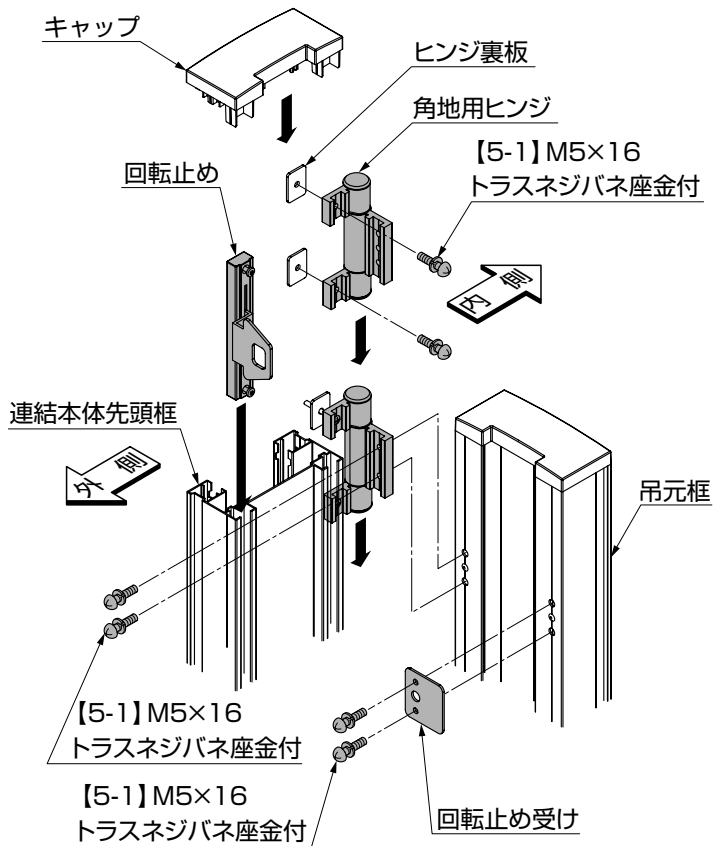
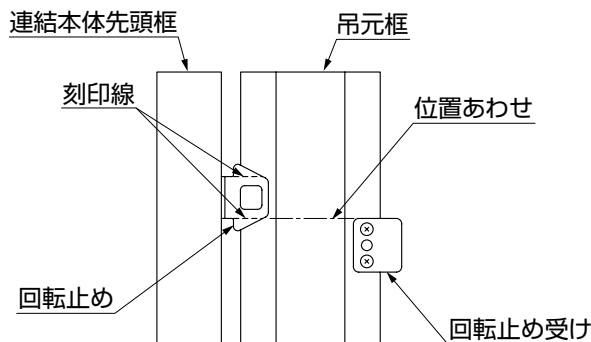

図6-5
図6-6
- ① 連結本体先頭框の内側のスリット部分に角地用ヒンジを2個挿入し、吊元框に固定してください。（図6-5参照）
- ② 連結本体先頭框の上端と吊元框の上端を合わせ、連結本体先頭框に【5-1】で固定してください。（図6-5参照）
- ③ 回転止め受けを吊元框の外側に取付けてください。（図6-5参照）
- ④ 回転止めを連結本体先頭框の外側スリットに挿入してください。
- ⑤ 回転止めの位置を調整し、回転止めのネジをしっかりと固定してください。（図6-6参照）
- ⑥ (1)で外した連結本体先頭框のキャップを取り付けてください。（図6-5参照）
- 回転止めの固定の際、回転止めの刻印線と回転止め受けの上面を合わせてネジをしっかりと固定するようにしてください。（図6-6参照）